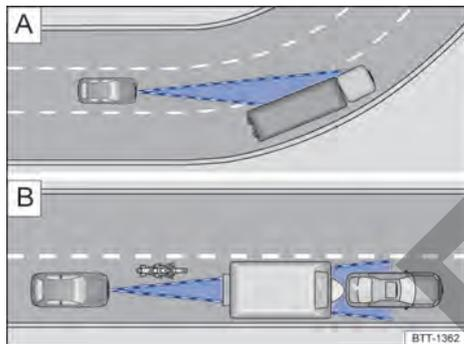

Fig. 94 [A] Conducción en curva. [B] Vehículos fuera del área de alcance del sensor del radar
El sensor de radar siempre realiza las mediciones en dirección recta. Por lo tanto, los vehículos en curvas cerradas pueden detectarse accidentalmente o los vehículos que se encuentran adelante pueden no detectarse → fig. 94 [A].
- Vehículos que conducen fuera del área del sensor a poca distancia del propio vehículo, por ejemplo, motocicletas → fig. 94 B.